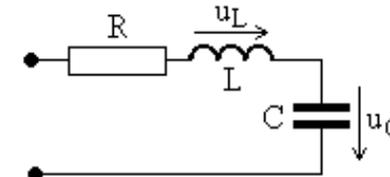

Рис. 16
7. В показанной на рис. 16 цепи определите сдвиг фаз φ между напряжением на индуктивности $u_L(t)$ и емкости $u_C(t)$.